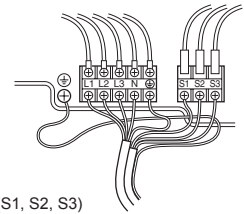

Fig. 6-2
6.1. Outdoor unit (Fig. 6-1, Fig. 6-2)
- ① Remova o painel de manutenção.
- ② Ligue os cabos consultando a Fig. 6-1 e a Fig. 6-2.